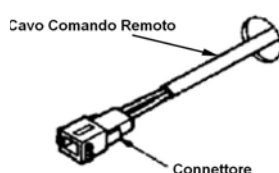

Fig. 2
3. Inserite il cavo del comando remoto in dotazione nel foro assicurandovi che il terminale con il connettore sia il più vicino possibile al comando remoto (Fig.2)
3. Collegate questo connettore al cavo di Collegamento “EZ” al capo marcato “To EZ Connect” dell'unità Master (Fig.2). L'altro capo del cavo di Collegamento “EZ” marcato “To PCB” deve essere collegato alla presa libera che si trova sulla sommità del PCB dell'unità Slave. (Fig.2 e 3)
5. Collegate il micro manometro alla presa prelievo pressione del gas sulle valvole (Fig.2).
10. Controllate la pressione del gas sulla presa prelievo (Fig.2 pag. precedente).
13. Controllate la pressione del gas sulla presa prelievo (Fig.2 pag. precedente).